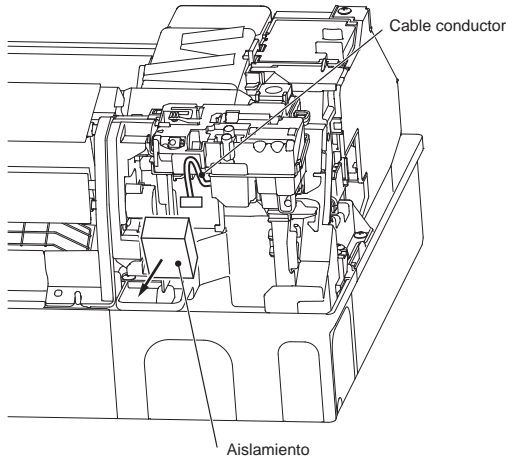

Fig. 1
- 2) Retire el aislamiento y saque el cable conductor que está debajo del aislamiento. (Fig. 1)